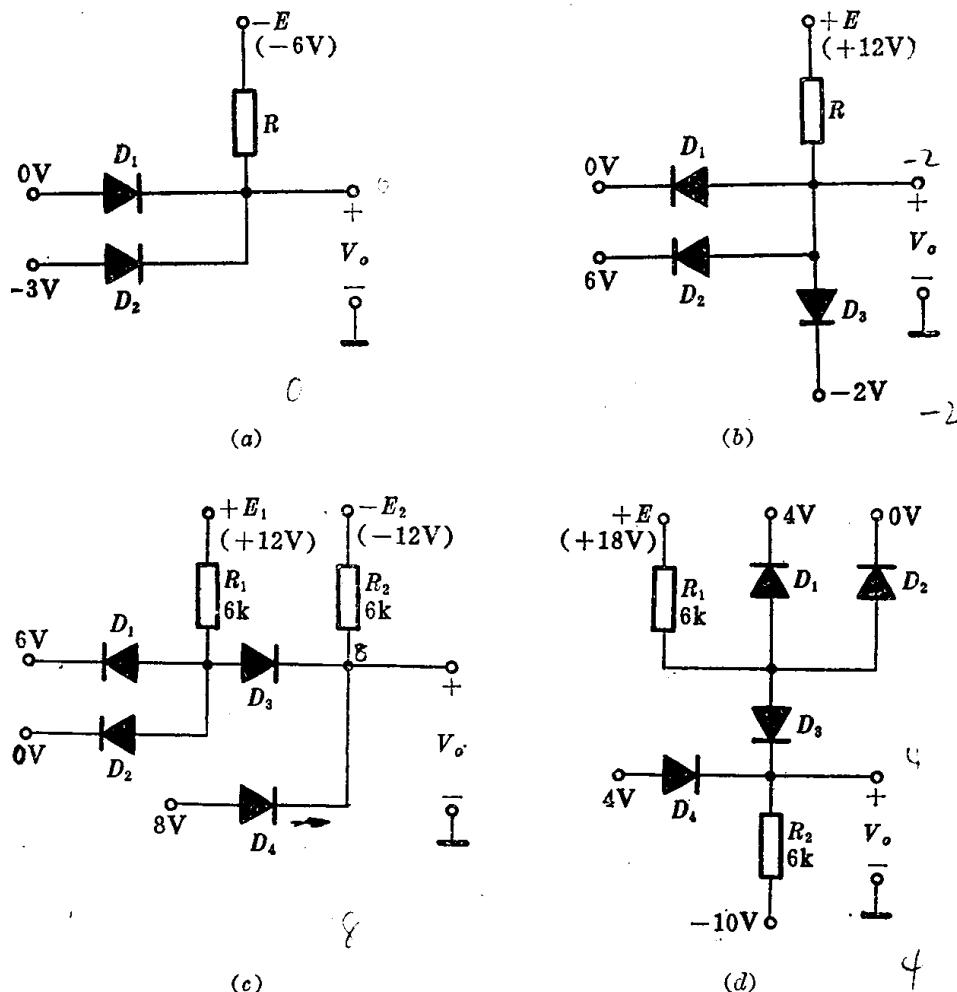

图 1.23
1. 23 由理想二极管组成的幅度选择电路，如图 1.23(a)~(d) 所示。试确定各电路的输出电压  $V_o$ 。